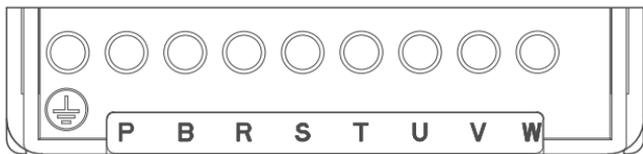

图5-3 主回路端子NVF5-0.75QZ ~NVF5-7.5QZ
5.3.1 三相380V系列 (NVF5-0.75QZ~NVF5-7.5QZ) 如见图5-3 及表5.1